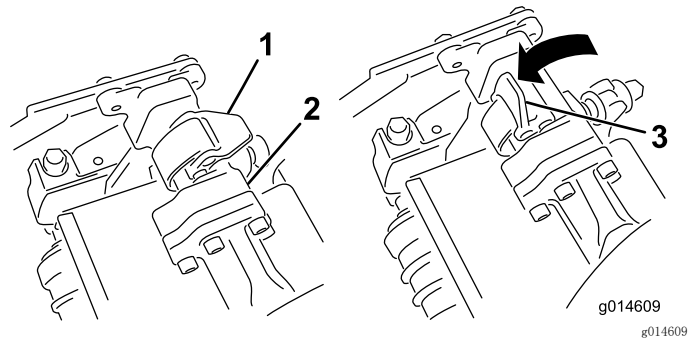

图12
- 当悬挂臂杆上的门锁指向上方（即打开）时（图 12），向下压悬挂臂，使悬挂臂杆与滚刀组上方的支架相契合（图 13）。
- 向下并绕着滚刀组横杆关闭门锁，将它们锁定到位（图 12）。